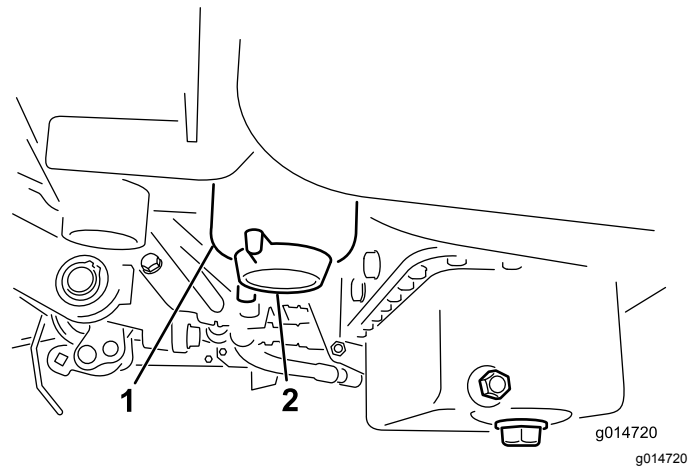

Figura 48
2. Limpie la zona de montaje del cartucho del filtro (Figura 48).
4. Abra el tapón de vaciado del filtro (Figura 48).